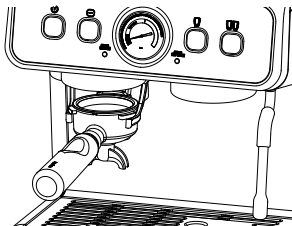

Abb. 6
3. Setze, wie in Abb. 6 gezeigt, den Siebträger (12) mit einem Einzeltassenfilter (13) oder Doppeltassenfilter (14) in den Mahlgutauslass (5) ein.